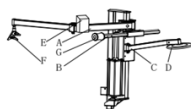

Fig 12
4. Instalați separat pe echipamentul de dejantat brațul rotativ (A), brațul orizontal hexagonal (B) și suportul rolei de ridicare a anvelopei (C); (Fig. 12)
5. Instalați separat pe echipamentul de dejantat rola de ridicare a anvelopei (D), comutatorul (E), capul de presare a anvelopei (F) și rola de presare a anvelopei (G); (Fig. 12)